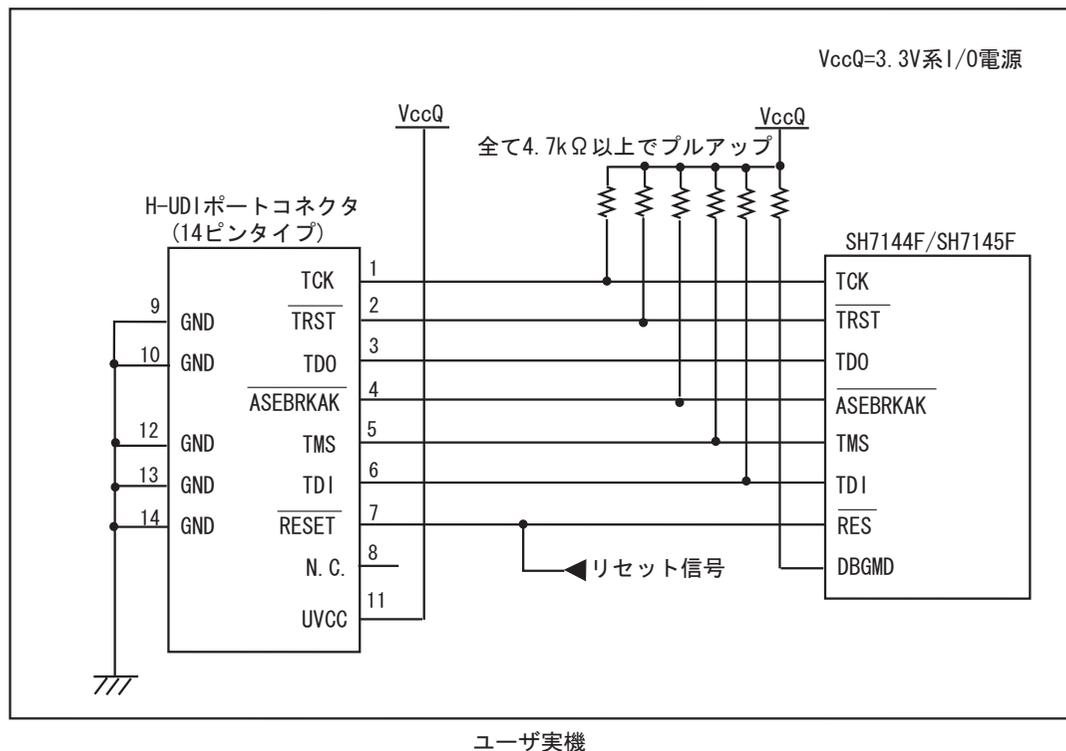
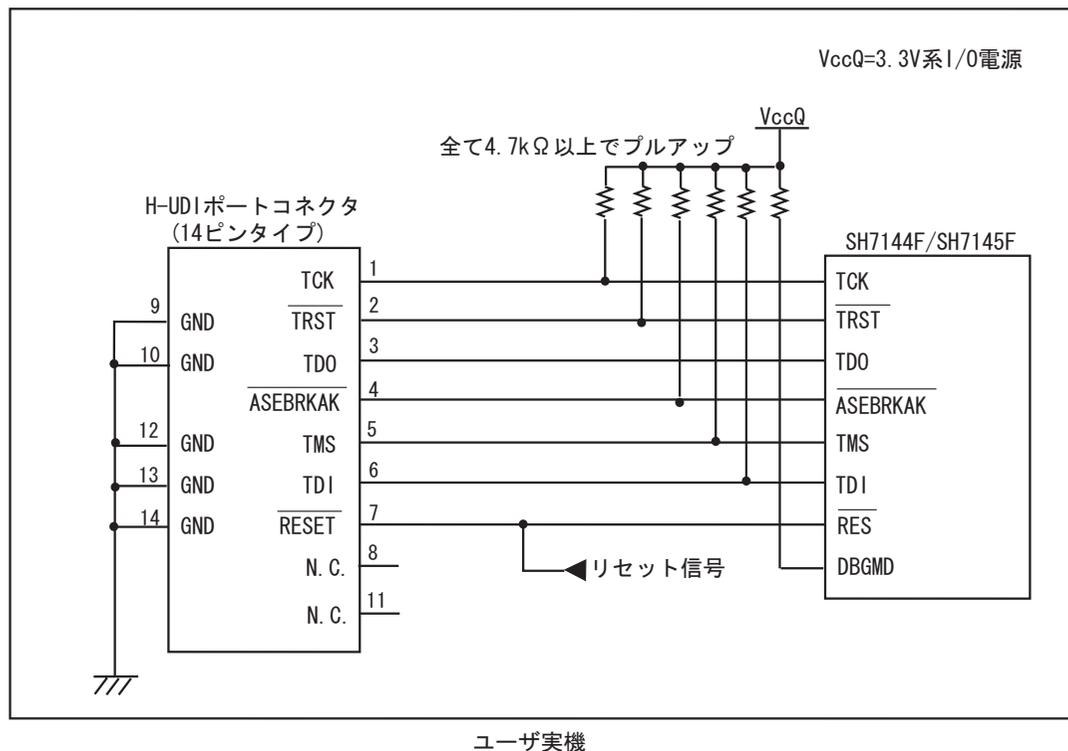

図 1.5 E10A-USB 使用時の H-UDI ポートコネクタ - チップ間の推奨接続例 (14ピンタイプ UVCC 接続時)
図 1.6 E10A-USB 使用時の H-UDI ポートコネクタ - チップ間の接続例
E10A-USB エミュレータ使用時の H-UDI ポートコネクタ(14 ピンタイプ)とチップ間の推奨接続例を図 1.5、UVCC 未接続時の接続例を図 1.6 に示します。
6. 図 1.5, 図 1.6 に記載されている抵抗値は、参考値です。
- 図 1.5 推奨接続例で回路を組んだ場合の E10A-USB エミュレータのスイッチ設定: SW2=1, SW3=1
- 図 1.6 接続例で回路を組んだ場合の E10A-USB エミュレータのスイッチ設定：SW2=0, SW3=1 スイッチ設定の詳細は、「SuperH™ファミリ用 E10A-USB エミュレータユーザーズマニュアル 3.8 DIP スイッチの設定」を参照してください。